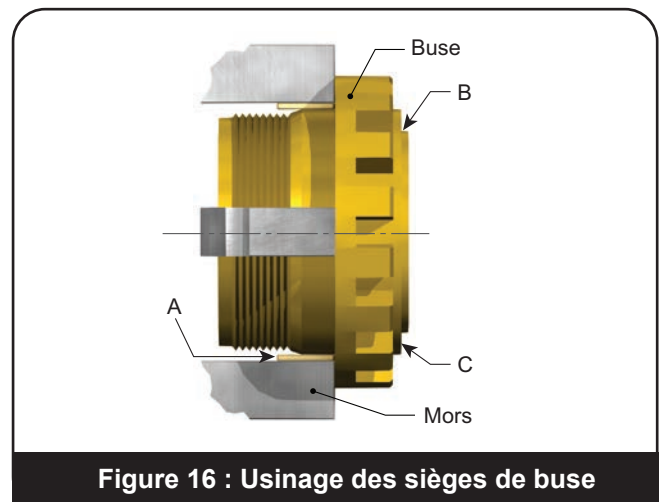

Figure 16 : Usinage des sièges de buse
1. Fixez la buse sur un mandrin à quatre mors (ou une pince de serrage, le cas échéant), en plaçant un matériau souple tel que du cuivre ou de la fibre entre les mandrins et la buse (Figure 16).
2. Ajustez la buse de manière à ce que les surfaces marquées B et C soient conformes aux valeurs de l'indicateur à 0,001" (0,03 mm) près (Figure 16).